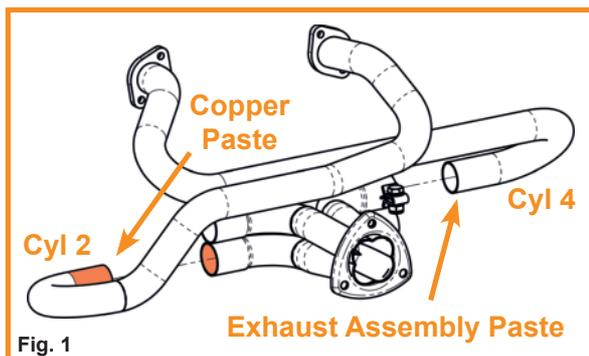

Fig. 1
- Insert the cylinder tubes of cyl 2 and 4 into the collector assembly. Refer to Fig. 1 for details.
- Stecken Sie die Verbindungsrohre von Zylinder 2 und Zylinder 4 in den Kollektor. Vergleichen Sie dazu Fig. 1.